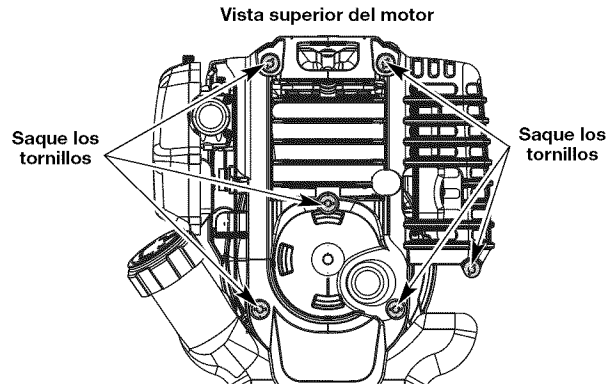

Fig. 33
1. Quite los dos (6) Tornillos de encima de la tapa del motor con un destornillador de pala o Torx #25 (Fig. 33).
4. Saque la cubierta del motor (Fig. 33).
1. Apague el motor y espere que se enfríe. Retire los seis (6) tornillos de la parte posterior de la tapa del motor con destornillador de cabeza plana o Torx No. T-25 (Fig. 33).